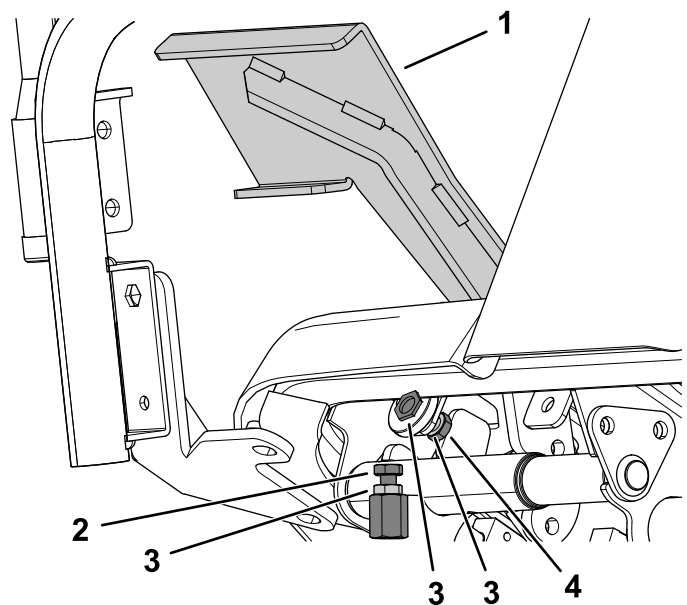

Figura 96
1. Pise el pedal de tracción a fondo (hacia adelante) (Figura 96).
- A. Usando una llave, sujete el tope del pedal de tracción hacia delante y afloje la contratuerca en la parte posterior del soporte (Figura 96).
- B. Mueva el pedal de tracción a la posición que desee (Figura 96).
- C. Ajuste la contratuerca en la parte posterior del soporte hasta que el tope del pedal de tracción entre en contacto con el pedal de tracción (Figura 96).